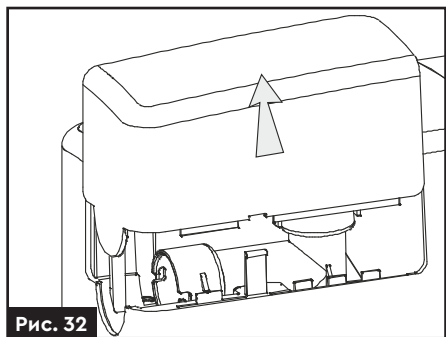

Рис. 32
1. Зніміть верхню кришку над напірними патрубками (**рис. 32**).